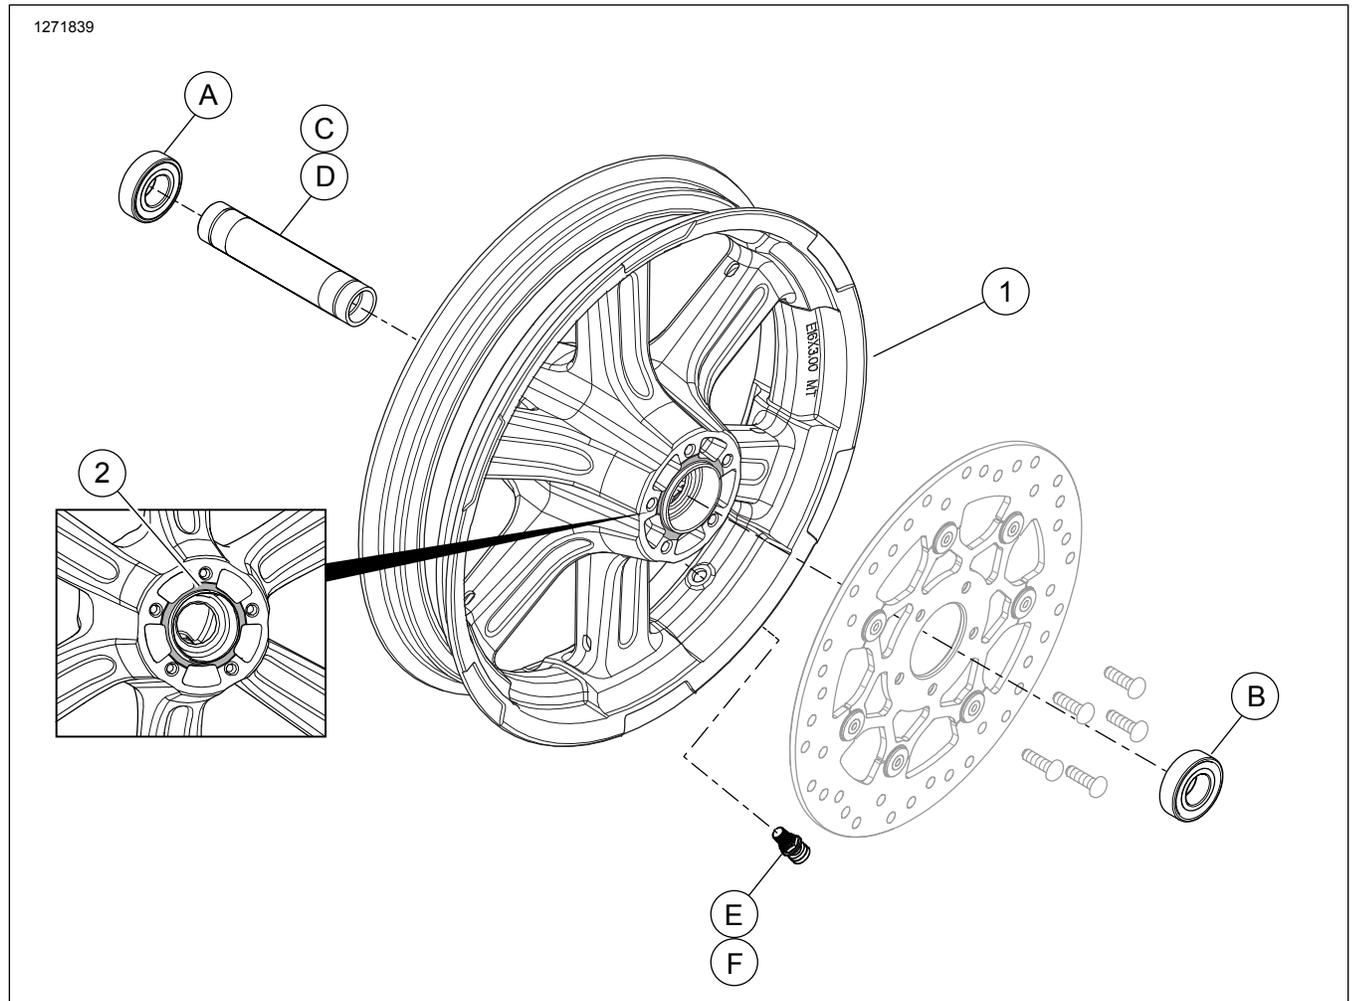

Figure 1. Pièces de rechange : Roues arrière (16 pouces illustrée)
Voir Figure 1 et Tableau 2.
2. Figure 1 Poser l'ensemble de tige de valve sur la roue. Voir PNEUS dans le manuel d'entretien.